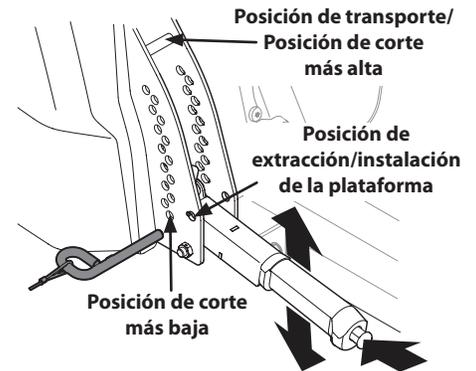

Figura 4-13
- a. Usando la manija de elevación de la plataforma, levante la plataforma a la posición que le ofrece mayor recorrido horizontal de la correa entre las poleas locas de la plataforma y la polea de la PTO en la base del motor. Vea la Figura 4-13.
- d. Baje la plataforma hasta la posición de extracción/instalación usando la manija de elevación de la plataforma. Vea la Figura 4-13.
- e. Baje la plataforma hasta la posición de extracción/instalación usando la manija de elevación de la plataforma. Vea la Figura 4-13.
1. Coloque la manija de elevación de la plataforma en la posición de corte más elevada. Vea la Figura 4-13.